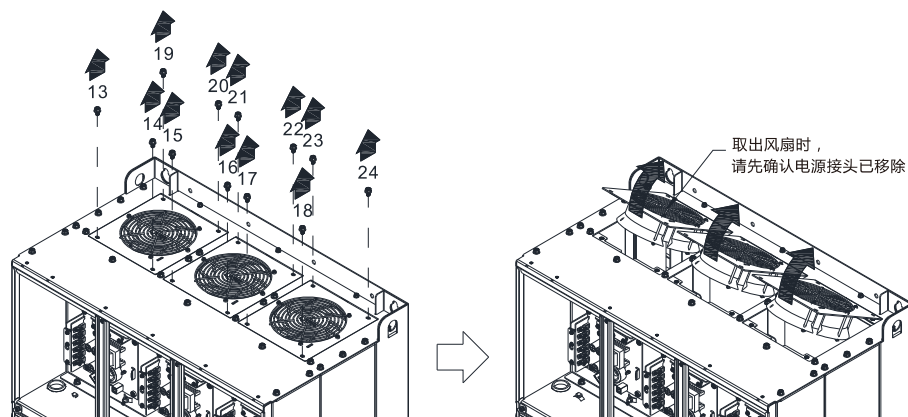

图 4
4. 拆下螺丝 13~24, 再旋转取出风扇。螺丝扭力值: 35~45kg-cm / [30.3~39 lb-in.] / [2.9~3.8 Nm] (如图 4 所示)